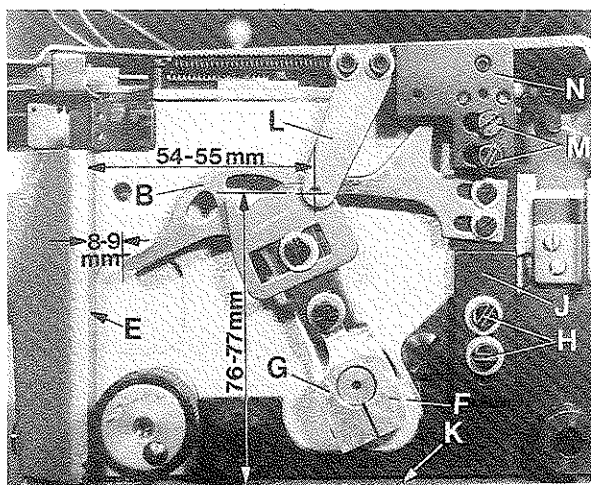

Fig. 21
2. Turn handwheel until the take-up cams (B, Fig. 21) are at their extreme position to the left. In this position, the distance between the tips of the take-up cams (B) and the edge (E) of the bed casting should be 8 to 9 mm (5/16 to 23/64 in.) (see Fig. 21).
3. Loosen the two screws (H, Fig. 21) and set the cast-off bracket (J) so that the distance between top surface (K) of the bed base plate and the center of the eyelet in thread guide (L) is 76 to 77 mm (3 to 3 1/32 in.) (see Fig. 21). Retighten screws (H).
4. Loosen the two screws (M, Fig. 21) and move thread guide holder (N) to the right or left until the distance between edge (E) of bed casting and the center of the eyelet in thread guide (L) is 54 to 55 mm (2 1/8 to 2 11/64 in.) (see Fig. 21). Retighten screws (M).
2. Drehen Sie am Handrad bis die Abzugskurven (B, Fig. 21) in ihrer linken Endstellung sind. In dieser Stellung soll zwischen den Spitzen der Abzugskurven (B) und der Kante (E) am Gehäuseguß ein Abstand von 8 bis 9 mm sein (siehe Fig. 21).
3. Lösen Sie die beiden Schrauben (H, Fig. 21) und stellen Sie den Halter für Abzug (J) so, daß zwischen Oberfläche (K) der Gehäuse-Grundplatte und Mitte Öse der Fadenführung (L) ein Abstand von 76 bis 77 mm ist (siehe Fig. 21). Ziehen Sie die Schrauben (H) wieder an.
4. Lösen Sie die beiden Schrauben (M, Fig. 21) und schieben Sie den Halter für Fadenführungen (N) nach rechts oder links bis der Abstand zwischen der Kante (E) am Gehäuseguß und Mitte Öse der Fadenführung (L) ein Abstand von 54 bis 55 mm ist (siehe Fig. 21). Ziehen Sie die Schrauben (M) wieder an.